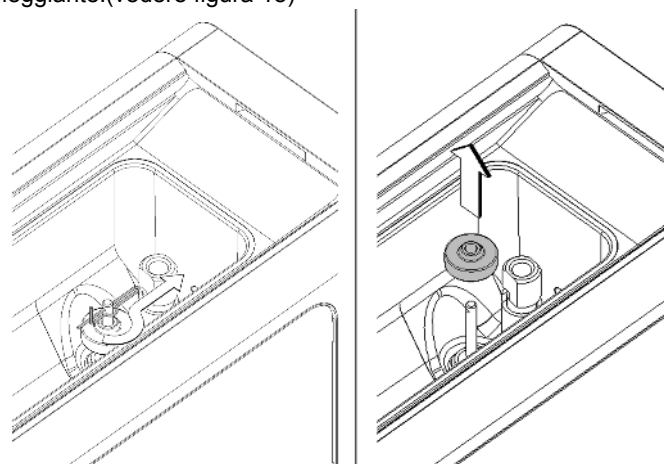

figura 18
**4** Rimuovere la forcella di fissaggio e successivamente il galleggiante.(vedere figura 18)